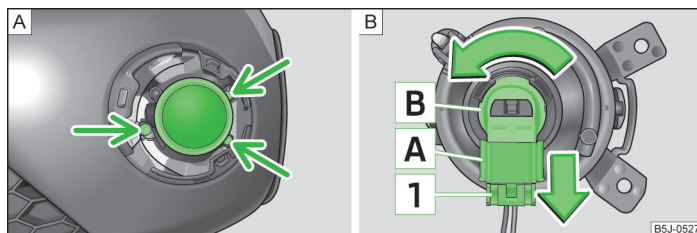

Fig. 160 Parachoques delantero: Faro antiniebla/Faro antiniebla: Cambiar la bombilla
» Saque con el destornillador » página 189, *Equipo de herramientas a bordo* los tornillos » fig. 160 - **A**.
- Presione el seguro **1** » fig. 160 del conector **A** y saque el conector del portalámparas **B**.